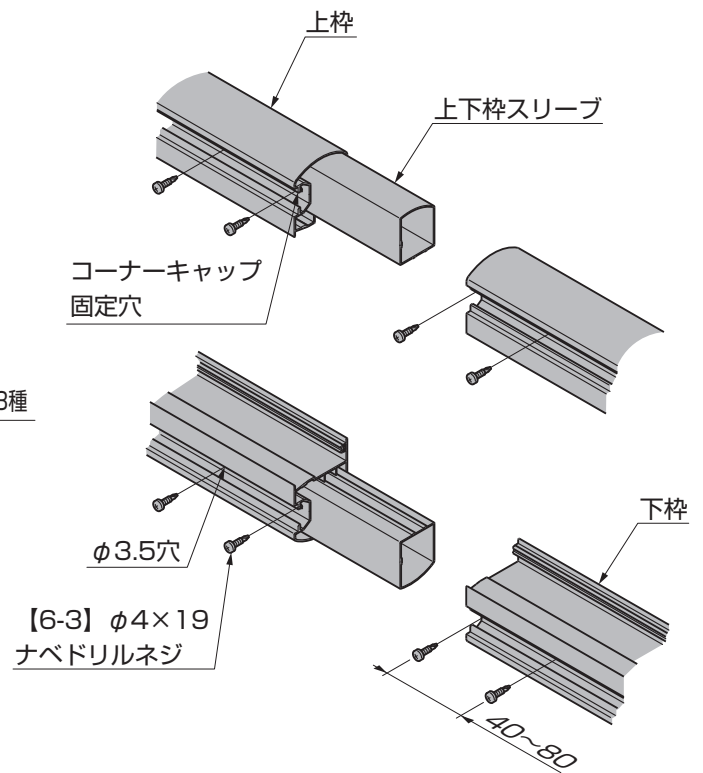

図5-3 14サイズ連棟の場合
- 14サイズ連棟の場合は上下枠に上下枠スリーブを通し、図5-3を参照してφ3.5の穴をあけ、【6-3】で固定してください。